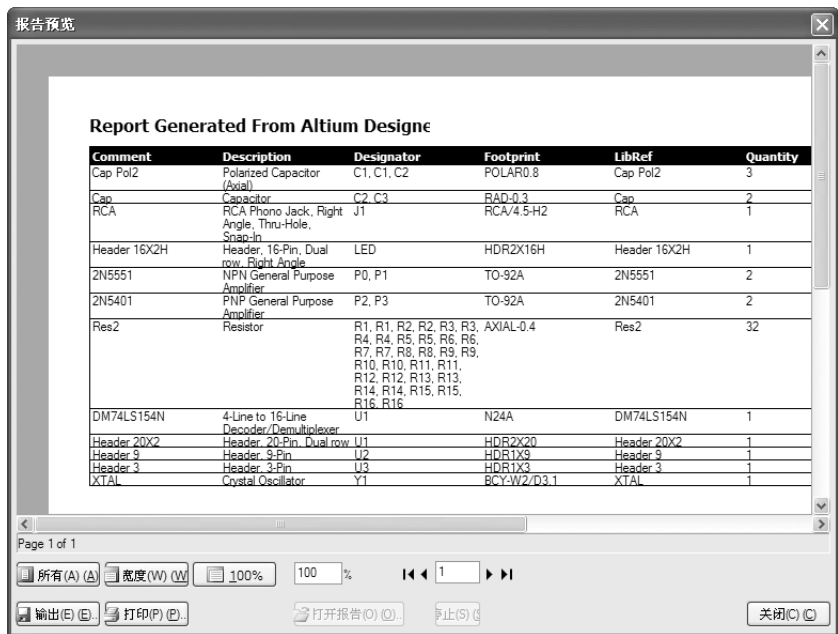

图 15-36 “报告预览”对话框
2) 单击“菜单”按钮，在弹出的“菜单”菜单中选择“报告”命令，系统将弹出“报告预览”对话框，如图 15-36 所示。